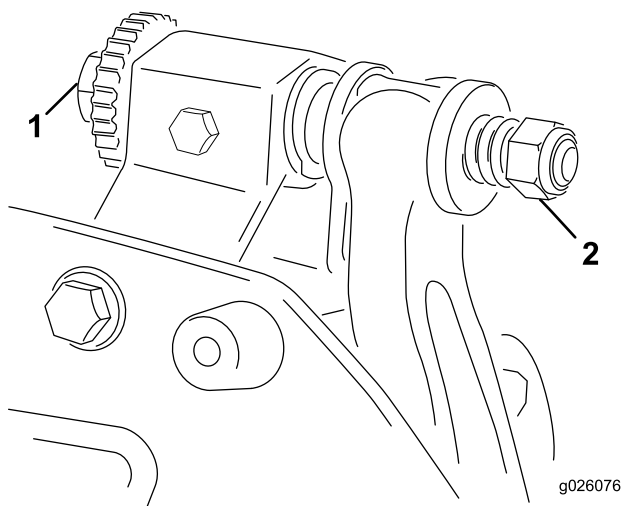

図 10
2. ベッドナイフとリールが見えるようにカッティングユニットを立てる。ユニットについているベッドバー調整ねじのナットが床に当たっていないことを確認する。図10。